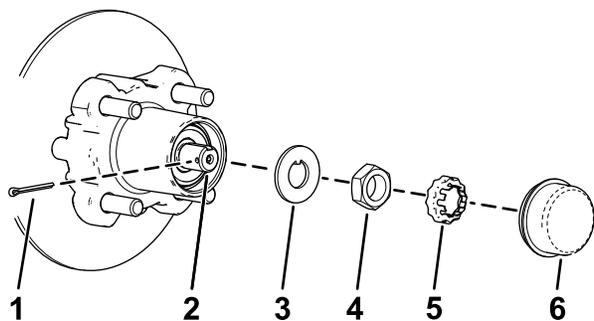
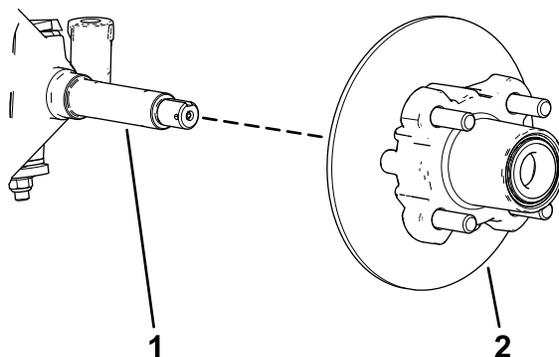

Figure 36
Figure 37
4. Déposez le couvre-moyeu du moyeu (Figure 36).
5. Retirez la goupille fendue et l'arrêt d'écrou de la fusée et de son écrou (Figure 36).
6. Retirez l'écrou de la fusée et déposez l'ensemble moyeu et disque de la fusée (Figure 36 et Figure 37).